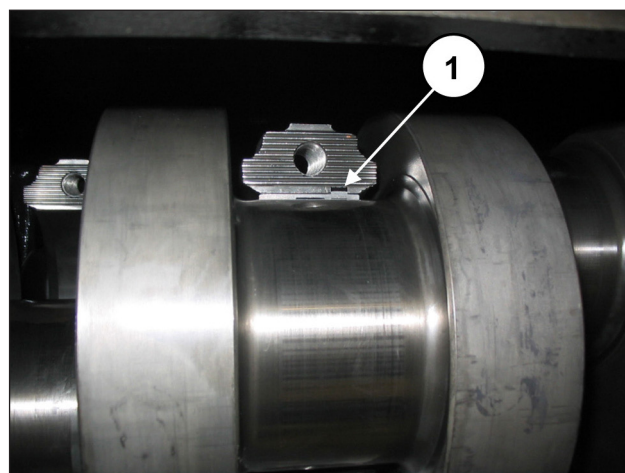

Fig. 60
Para uma montagem correta dos semi-mancais, verifique se a lingueta de referência dos semi-mancais está posicionada na compartimento apropriado na semi-biela (pos. ①, Fig. 60).